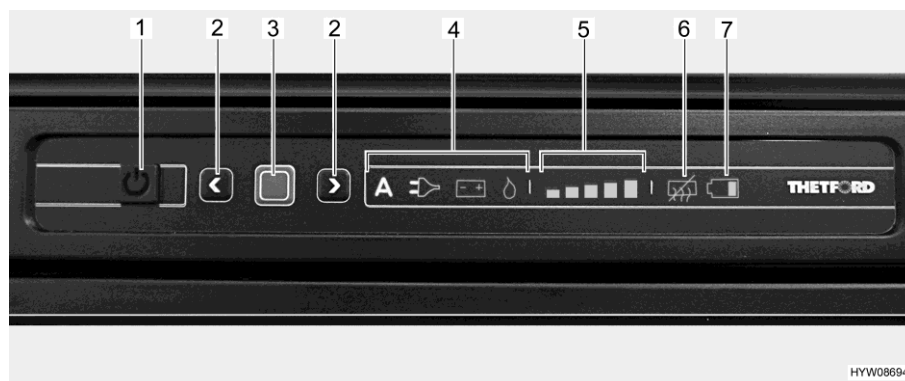

Fig. 239 Quadro comandi LED (frigorifero Thetford)
- Premere il tasto On/Off (Fig. 239,1) per 1 secondo. Il tasto si illumina di verde. Dopo circa 10 secondi, l'indicatore viene attenuato per risparmiare energia.
- Premere il tasto di conferma (Fig. 239,3). Viene visualizzata l'ultima modalità di funzionamento selezionata.
- Premere il tasto di conferma (Fig. 239,3) per circa 2 secondi. I simboli della modalità di funzionamento lampeggiano.
- Selezione manuale dell'energia: Selezionare le fonti di energia desiderate con i tasti freccia (Fig. 239,2).
- Sistema automatico di selezione di energia (solo per modelli con selezione automatica dell'energia): Selezionare la modalità di funzionamento "A" con i tasti freccia (Fig. 239,2).
- Confermare la scelta con il tasto di conferma (Fig. 239,3).
- Premere nuovamente il tasto di conferma (Fig. 239,3). L'indicatore del livello di refrigerazione (Fig. 239,5) lampeggia.
- Per modificare l'impostazione, premere i tasti freccia (Fig. 239,2) fino a visualizzare l'impostazione desiderata.
- Premere il tasto On/Off (Fig. 239,1) per circa 2 secondi. Tutte le spie si spengono. Il frigorifero è spento.
Dopo l'accensione il frigorifero seleziona automaticamente la regolazione del termostato selezionata per ultima. Questa impostazione può essere modificata manualmente con i tasti freccia (Fig. 239,2). Ci vogliono alcune ore prima che il frigorifero raggiunga la temperatura normale di esercizio. Quando si commuta a un'altra modalità di funzionamento, la regolazione sul termostato viene mantenuta.